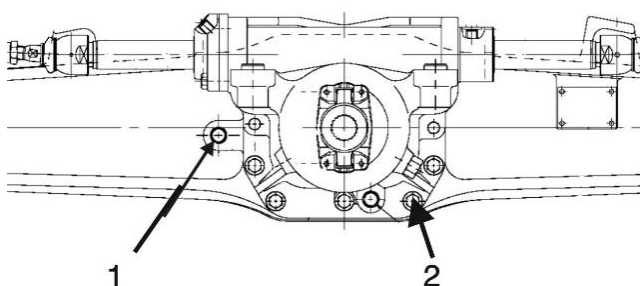
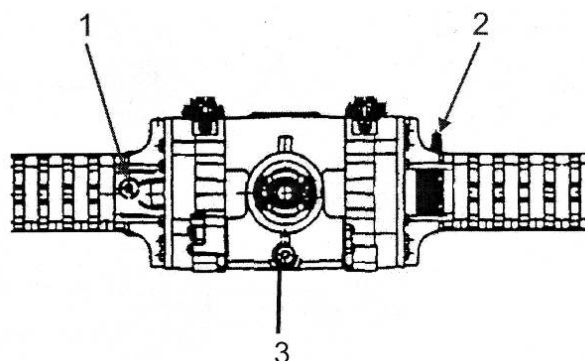

Рис. 5.21. Пробки контрольно-заливного и сливного отверстий главной передачи переднего моста
Рис. 5.22. Пробки контрольно-заливного и сливного отверстий и сапун главной передачи заднего моста
5.9.1. ПРОВЕРКА УРОВНЯ МАСЛА (Рис. 5.21, 5.22 и 5.23).
Проверка уровня масла в главных передачах переднего и заднего мостов производится через контрольно-заливные отверстия в корпусах главных передач. Контрольно-заливное отверстие переднего моста находится с левой стороны сзади (Рис. 5.21), а заднего моста – с правой стороны спереди (1, Рис. 5.22).
5.9.2. ОБСЛУЖИВАНИЕ САПУНОВ (Рис. 5.22. и 5.24)
2. Выкрутить пробки из контрольно-заливных (Рис. 5.21) и из сливных (Рис. 5.22) отверстий главных передач обоих мостов и слить масло из главных передач в соответствующую емкость.